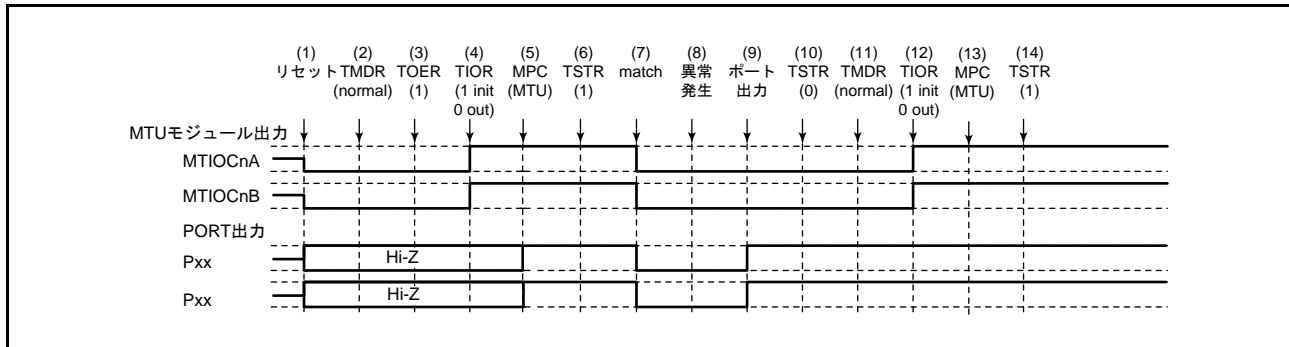

図 20.143 ノーマルモードで異常が発生し、ノーマルモードで復帰する場合
ノーマルモードで異常が発生し、再設定後ノーマルモードで再スタートする場合の説明図を図 20.143 に示します。
(1) ~ (10) は図 20.143 と共通です。
(11) PWM モード 1 を設定します。
(12) TIOR レジスタで端子を初期化してください (PWM モード 1 では MTIOCnB (MTIOCnD) 端子に波形が出力されません。出力すべきレベルがある場合は、I/O ポートのポート方向レジスタ (PDR)、ポート出力データレジスタ (PODR) で汎用出力ポートの設定をしてください。
(13) MPC と I/O ポートのポートモードレジスタ (PMR) で MTU 出力としてください。
(14) TSTR レジスタで再スタートします。
(11) PWM モード 2 を設定します。
(12) TIOR レジスタで端子を初期化してください (PWM モード 2 では周期レジスタの端子に波形が出力されません。出力すべきレベルがある場合は、I/O ポートのポート方向レジスタ (PDR)、ポート出力データレジスタ (PODR) で汎用出力ポートの設定をしてください)。
(14) TSTRA レジスタで再スタートします。
- (1) ~ (10) は図 20.143 と共通です。
- (11) 位相計数モードを設定します。
- (12) TIOR レジスタで端子を初期化してください。
- (13) MPC と I/O ポートのポートモードレジスタ (PMR) で MTU 出力としてください。
- (14) TSTRA レジスタで再スタートします。
- (11) TIOR レジスタでノーマルモードの波形生成部を初期化してください。
- (12) TIOR レジスタでノーマルモードの波形生成部の動作を禁止してください。
- (13) TOERA レジスタで MTU3、MTU4 の出力を禁止してください。
- (14) TOCR1A、TOCR2A レジスタで相補 PWM の出力レベルと周期出力の許可 / 禁止を選択してください。
- (15) 相補 PWM を設定します。
- (16) TOERA レジスタで MTU3、MTU4 の出力を許可してください。
- (17) MPC と I/O ポートのポートモードレジスタ (PMR) で MTU 出力としてください。
- (18) TSTRA レジスタで再スタートします。
- (1) ~ (13) は図 20.143 と共通です。
- (14) TOCR1A、TOCR2A レジスタでリセット同期 PWM の出力レベルと周期出力の許可 / 禁止を選択してください。
- (15) リセット同期 PWM を設定します。
- (18) TSTR レジスタで再スタートします。